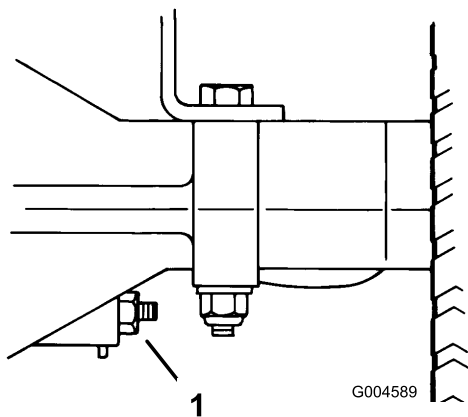

Figura 33
2. Per aumentare la resistenza della frenata, serrate il dado di regolazione del freno (Figura 33) di 1/8 di giro in senso orario.